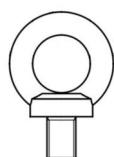

Fig. 3: Anneau de manutention (exemple)
- Figure 3 :** L'appareil est vissé sur la palette de transport au moyen d'équerres en acier. Dévisser les vis ⑦ du fond d'appareil. Faites pivoter les roulettes sur le côté afin de ne pas les accrocher à l'équerre en soulevant l'appareil.